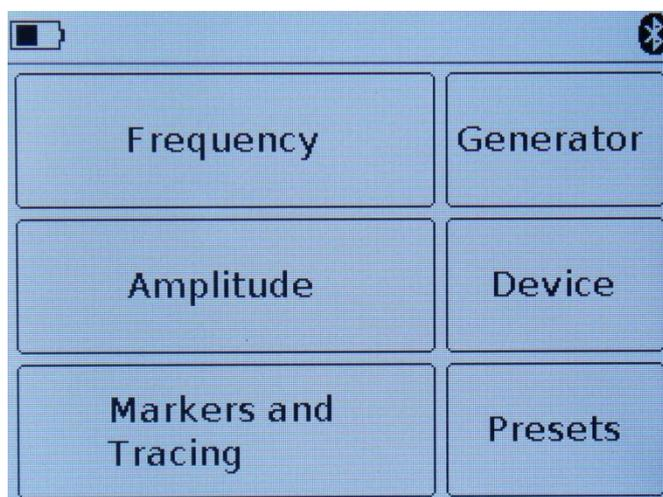

Рисунок 6 – Главное меню.
7.3.1. Для установки диапазона частот войдите в главное меню прибора (Рисунок 6), нажав кнопку (14) «MENU». Выберите подраздел **Frequency**. На экране появится меню, как на рисунке 7.
7.4.1. Для установки амплитудных параметров исследуемых сигналов войдите в главное меню прибора (Рисунок 6), нажав кнопку (14) «MENU». Выберите подраздел **Amplitude**. На экране появится меню, как на рисунке 9.
7.5.1. Для входа в меню установки маркеров и пиковых значений, войдите в главное меню прибора (Рисунок 6), нажав кнопку (14) «**MENU**». Выберите подраздел **Markers and Tracing**. На экране прибора появится меню, как на рисунке 10.
7.6.1. Для установки значений частоты и мощности выходного сигнала встроенного генератора, войдите в главное меню прибора (Рисунок 6), нажав кнопку (14) «MENU». Выберите подраздел **Generator**, на экране появится меню как на рисунке 13.